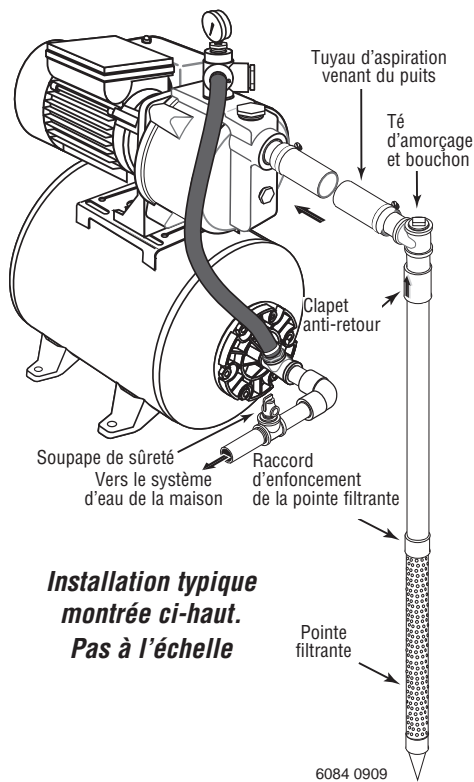
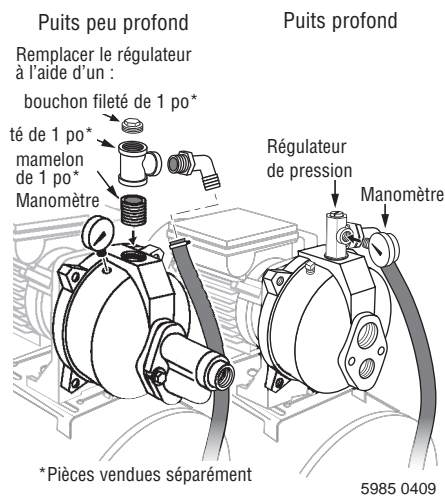

Figure 1: Installation avec une pointe filtrante
Figure 4 : Poser le régulateur de pression et le manomètre (puits profond). Poser le té d'amorçage et le manomètre (puits peu profond).
Installation de la pointe filtrante (Figure 1)
- 3 ° Utiliser le moins possible de raccords (en particulier des coudes) lorsque l'on branche la tuyauterie de la pointe filtrante sur l'orifice d'aspiration de la pompe. Le diamètre du tuyau d'aspiration doit être au moins aussi grand que le diamètre de l'orifice d'aspiration de la pompe (y compris le clapet anti-retour si la pompe n'en comporte pas un - voir la Figure 1). Supporter le tuyau de façon qu'il ne soit pas cintré afin qu'il n'exerce pas de contraintes sur le corps de la pompe; de plus, il doit être légèrement incliné vers le haut, du puits jusqu'à la pompe (les points hauts risquent de causer des poches et des bouchons d'air dans la pompe). Rendre étanches les raccords filetés avec du ruban ¹Téflon™ ou une pâte pour raccords filetés à base de Téflon™ approuvée pour les tuyaux en PVC. Les raccords doivent être étanches à l'air et à l'eau. *Si le tuyau d'aspiration aspire de l'air, la pompe ne pompera pas l'eau du puits.* Si une pointe filtrante ne fournit pas suffisamment d'eau, considérer brancher deux ou trois pointes filtrantes sur un même tuyau d'aspiration.
- 2 ° Poser le régulateur de pression et le manomètre sur le corps de la pompe (voir la Figure 4).
- 2 ° Retirer le régulateur de pression du corps de la pompe et la remplacer par un mamelon simple, un té de 1 po x 1 po x 3/4 po à filetage NPT et un bouchon de 1 po à filetage NPT (voir la figure 4). Poser le manomètre dans le trou de visite du corps de la pompe (voir la figure 4).
- 1 ° Retirer la vanne de régulation du corps de la pompe et la remplacer par un mamelon simple, un té de 1 po x 1 po x 3/4 po à filetage NPT et un bouchon de 1 po à filetage NPT (voir la figure 1). Poser le manomètre dans le trou de visite du corps de la pompe (voir la figure 4).
- 1 ° Poser le régulateur de pression et le manomètre sur le corps de la pompe (voir la Figure 4, page 6).
- 1 ° Poser le régulateur de pression sur le corps de la pompe (voir la Figure 4, Page 6).